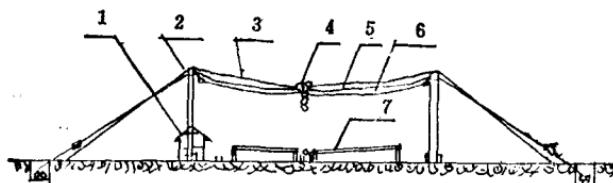

图 2 固定缆索起重机
**固定缆索起重机** 利用固定缆索起重机卸车，避免了兜卸损坏运材车辆的缺点，这种卸车机械简单，加工安装也较容易(图 2)。如果采用钢架杆，使用寿命较长，生产效率也较高，每台班组产量可以超过 1,000 立方米。固定缆索起重机的跨度较大，可以沿跨度方向设原条贮备区。